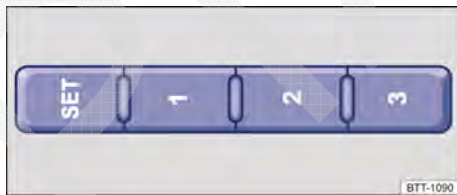

Fig. 113 Na parte externa do banco do condutor: botões da memória.
- Pressionar o botão **SET** por mais de um segundo → Fig. 113.